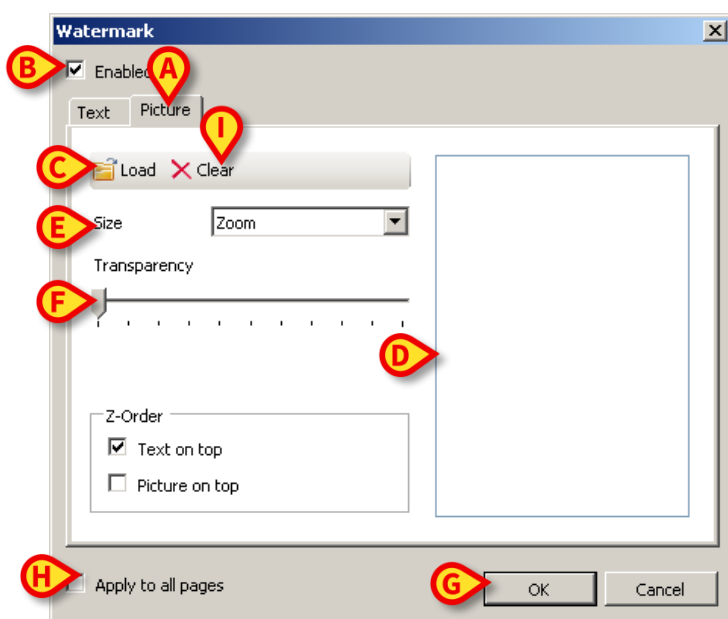

Fig. 26
- Klikk på “**Bilde**”-fanen angitt på Fig. 26 **A**.
Følgende vindu vises (Fig. 26).
- Pass på at “**Aktivert**”-avkrysningsboksen er avkrysset (Fig. 26 B). Hvis ikke, kan ikke vinduets innhold redigeres.
- Klikk på “**Last**”-knappen angitt på Fig. 26 C.
Bildet vises i området angitt på Fig. 26 D.
- Bruk “**Størrelse**”-nedtrekksmenyen for å innstille størrelsen på bildet (Fig. 26 E).
- Bruk “**Transparent**”-markøren for å innstille det transparente nivået for vannmerkebilde (Fig. 26 F – maksimal transparent med markøren til venstre).
- Klikk på **Ok**-knappen (Fig. 26 G). Vannmerkebildet er nå lagt inn.
Hvis “**Bruk på alle sider**”-avkrysningsboksen er valgt (Fig. 26 H), brukes vannmerket på hver side i dokumentet. Hvis ikke, kun på den nåværende siden.
- Klikk på “**Slett**”-knappen angitt på Fig. 26 I.